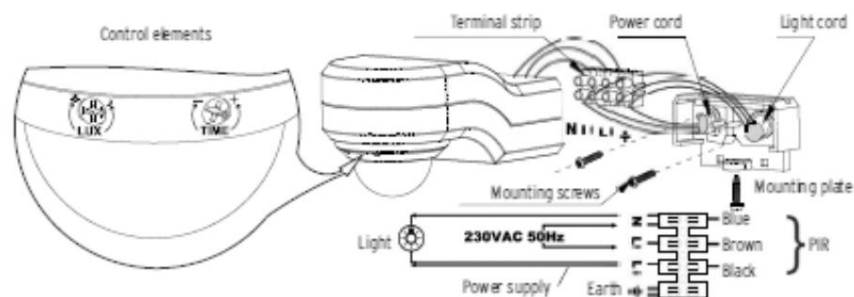

Fig. 2
Installation (voir fig. 2)
6. Connectez le cordon d'alimentation et le cordon de la lampe à la borne (voir Fig. 2).
Comprendre les commandes (voir Fig. 2)